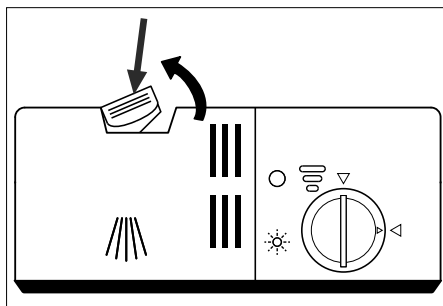

Fig. 12
- ▶ En caso de que la tapa del depósito de detergente (3/4) esté cerrada, presione la pestaña de desbloqueo hacia atrás (véase **fig. 12**). La tapa (7) se abre.